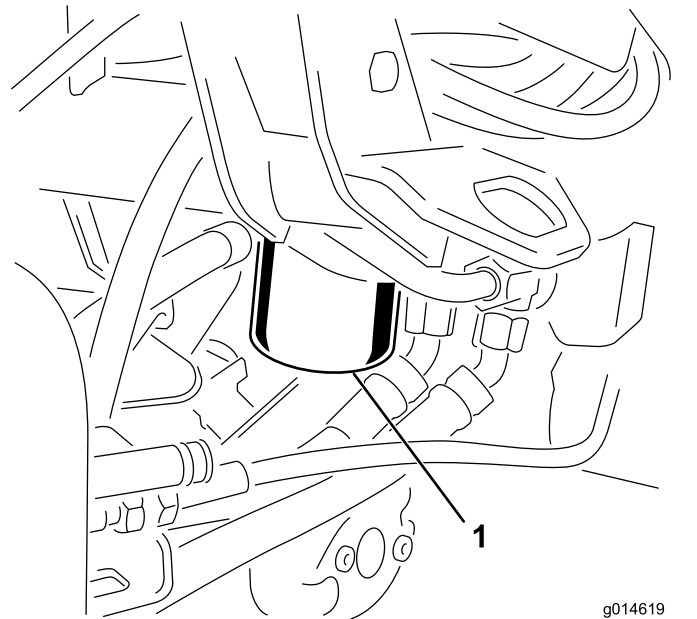

Bild 50
1. Reinigen Sie den Anbaubereich des Filters (**Bild 50**). Stellen Sie eine Auffangwanne unter den Filter und entfernen den Filter.